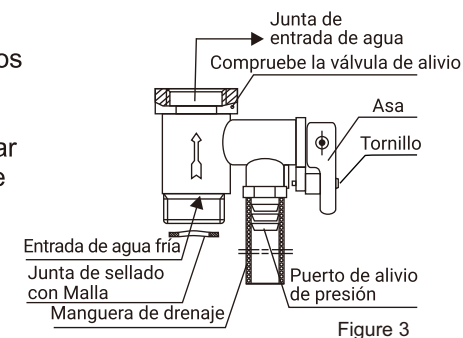

Figure 3
- ① La válvula de seguridad (identificación original de fábrica 0,8 MPa) de los accesorios debe instalarse en la junta de entrada de agua (como se muestra en la Fig 3) y debe enrollarse con cinta selladora para garantizar la obturación. La dirección de la flecha debe coincidir con la del flujo de entrada de agua del termo eléctrico (como se muestra en la Fig 3). La junta de obturación de red debe instalarse en la entrada de agua fría de la válvula de seguridad y debe instalarse la manguera de drenaje en la salida de alivio de presión de la válvula de seguridad para mantener una inclinación descendente continua. Debe instalarse en un entorno libre de congelación y después extenderse a la fuga a tierra, mantenerse conectado a la atmósfera y fijarse correctamente para evitar escaldaduras al descargar agua o vapor calientes. La válvula de seguridad puede evitar que la presión del depósito interior supere la presión nominal de 0,1 MPa. Si la presión del depósito interior es excesiva, la válvula de seguridad se abrirá automáticamente y drenará el agua de la boca de alivio de presión para liberar la presión.
- ② La tubería de agua conectada al termo eléctrico debe resistir una presión de 0,8 MPa y una temperatura superior a 100 °C y la junta debe envolverse con cinta selladora para garantizar la obturación.
- ③ Cuando se use agua , debe poderse drenar uniformemente.
- ④ En el uso normal, la maneta de la válvula de seguridad (Fig. 3) debe abrirse regularmente para eliminar depósitos de cal. El método es el siguiente: Tire hacia arriba de la maneta de descarga, a la posición horizontal (si la maneta tiene tornillos, use un destornillador para extraerlos antes de seguir el procedimiento) y confirme que no esté bloqueada la válvula de seguridad (hay fuga de agua). Si está bloqueada, contacte con el departamento de mantenimiento.